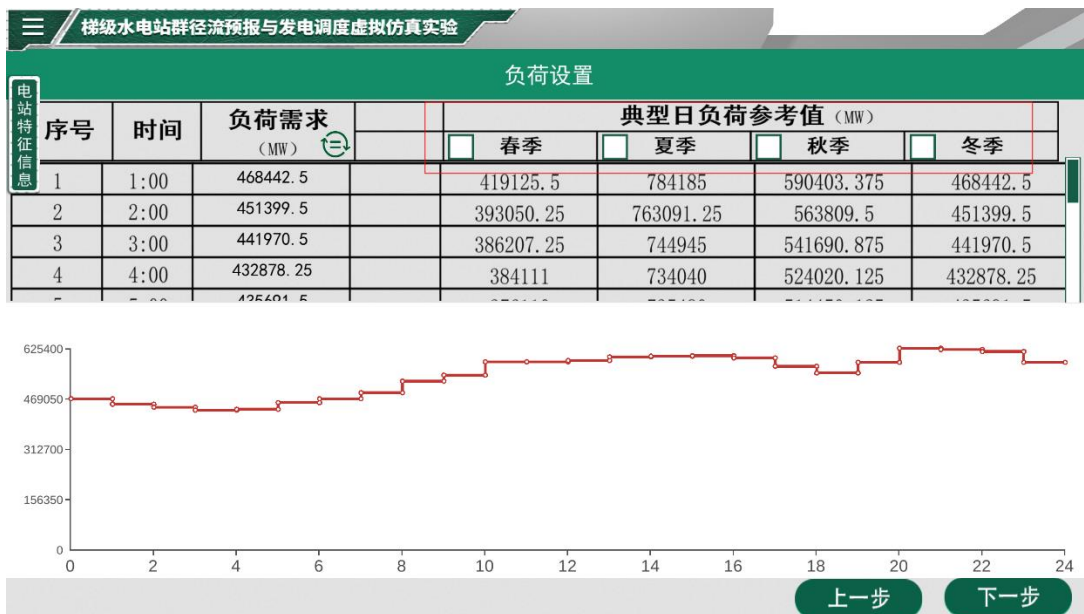

图 4-31 负荷设置界面
**步骤 13:** 选择典型日负荷，本项目提供了春、夏、秋和冬四种典型日负荷供选择（如图 4-31），可以根据需要负荷进行小范围的手动修改；